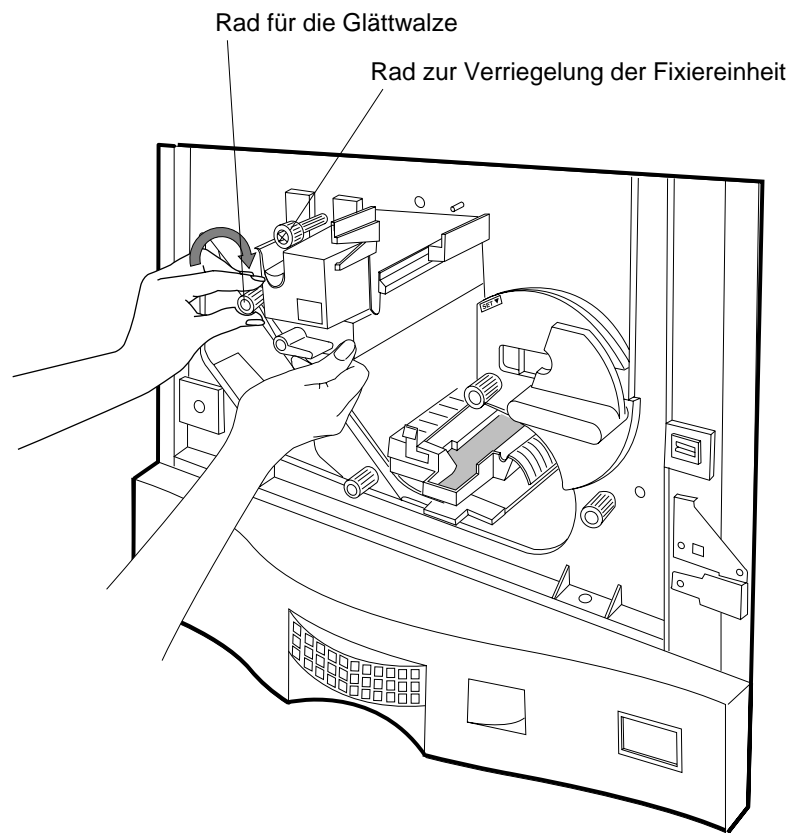

Abbildung 4-37 Arretierungsrad für die Fixiereinheit und Rad für die Glättwalze
3. Drücken Sie weiter auf die Fixiereinheit, und drehen Sie das Arretierungsrad für die Fixiereinheit im Uhrzeigersinn fest, um den Rahmen zu arretieren und die Fixiereinheit in ihrer Position zu sichern (siehe Abbildung 4-37).
Gehen Sie anhand der nächsten beide Schritte vor, und beachten dabei Abbildung 4-37: